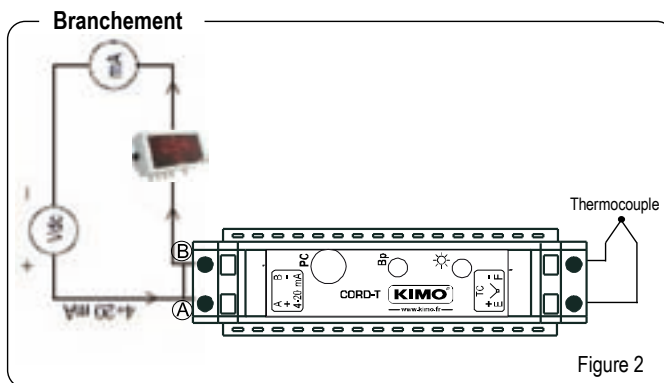

Figure 2
La figure 2 montre le diagramme de branchement du convertisseur dans la boucle de courant. Un dispositif peut être introduit dans la boucle de courant comme un afficheur, un contrôleur ou un enregistreur.
• Brancher le convertisseur à configurer à la source d'alimentation à l'ampèremètre et au générateur de tension (voir figure 2) puis faire un appui long sur la touche de configuration du convertisseur. La led clignote 2 fois durant l'appui. Lorsque le clignotement devient rapide, relâcher le bouton : le mode programmation est activé.
- Brancher le convertisseur à configurer à la source d'alimentation à l'ampèremètre et au générateur de tension (voir figure 2) puis faire un appui long sur la touche de configuration du convertisseur. La led clignote 2 fois durant l'appui. Lorsque le clignotement devient rapide, relâcher le bouton : le mode programmation est activé.